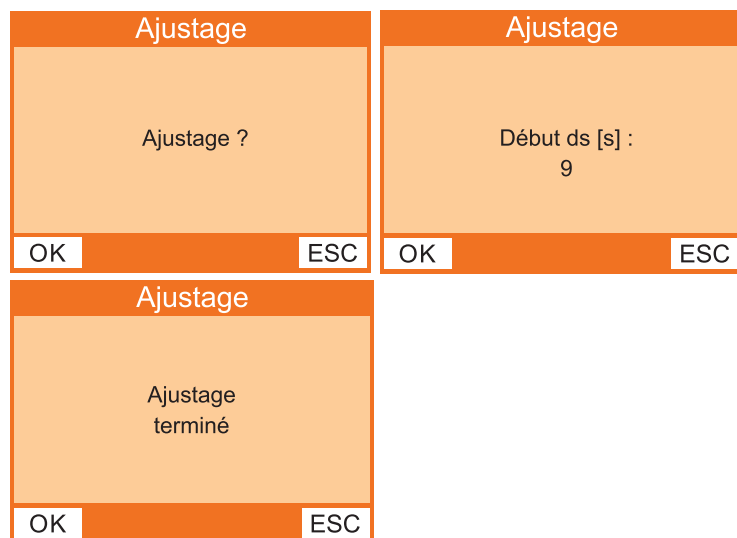

Fig. 22: Ajustage
3. Appuyez sur la touche Menu. L'écran de démarrage de l'**Ajustage** apparaît (fig. 22, image en haut à gauche).